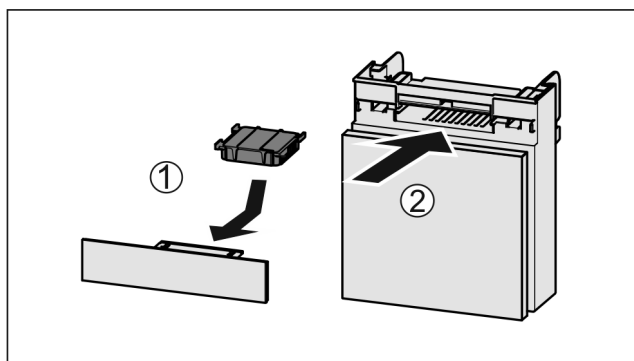

Fig. 45
- ▶ Filtr s aktivním uhlím vložte podle vyobrazení Fig. 45 (1).
- ▶ Zásuvku zasuňte Fig. 45 (2).